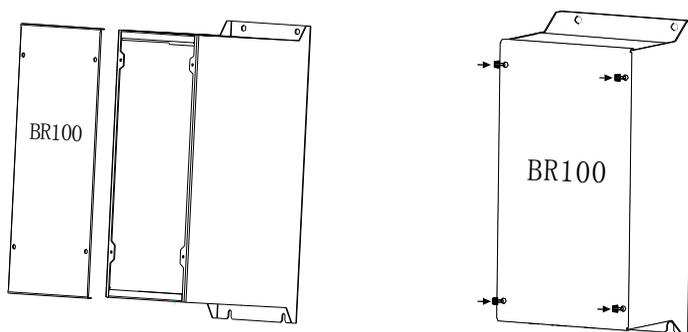

图 7 安装面板
- 接线完毕按相反步骤相反方向装回面板，拧紧固定螺钉，如图 7 所示。